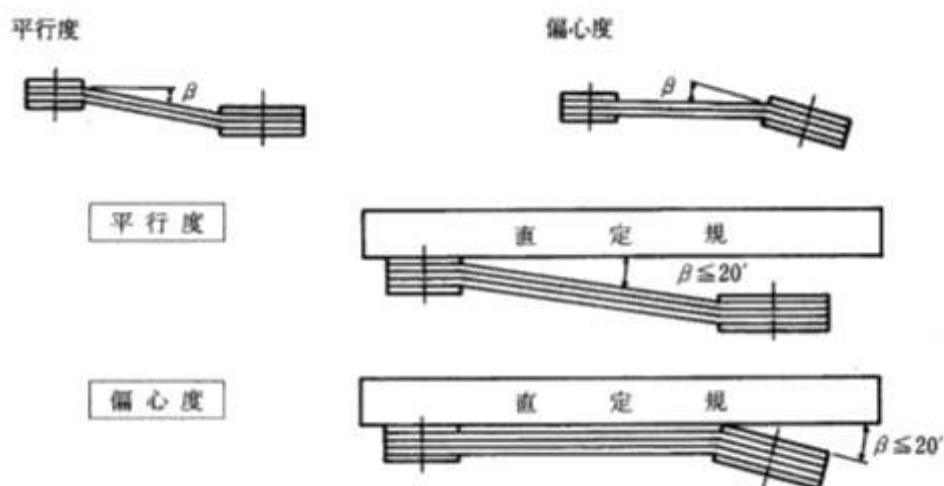
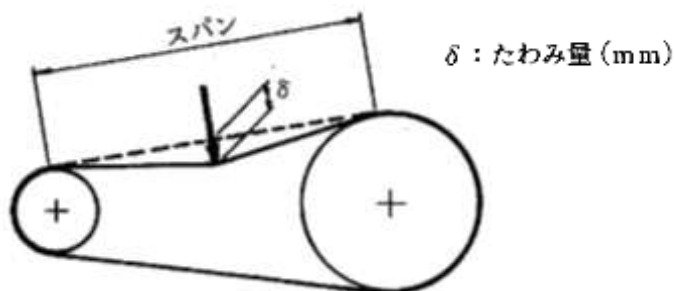

図 2 平行度・偏心度
図 3 張り調整
- (1) ベルトカバー⑱を外す。
- (2) モータプレート固定ボルト・ナット⑧を緩めてモータ②を十分に下げ、ベルト④を外す。
- (3) 新しいベルト④を取り付ける。ベルト④が2本以上の場合はマッチドセットを推奨します。
- (4) モータプーリ③とファンプーリ⑤の側面に定規を当て、ベルト表(BELT SPEC.銘板として本機に貼付されています)の軸間距離(DISTANCE)を参考にモータプレート固定ボルト・ナット⑧を調整して、平行度と偏心度を出す(図 2)。同時に、ベルトのスパン中央にベルト表の張り荷重(TENSION)をかけたとき、たわみ量(DEFLECTION)がベルト表の値になるように張り調整を行う(図 3)。
- (5) ベルトカバー⑱を元のように取り付ける。